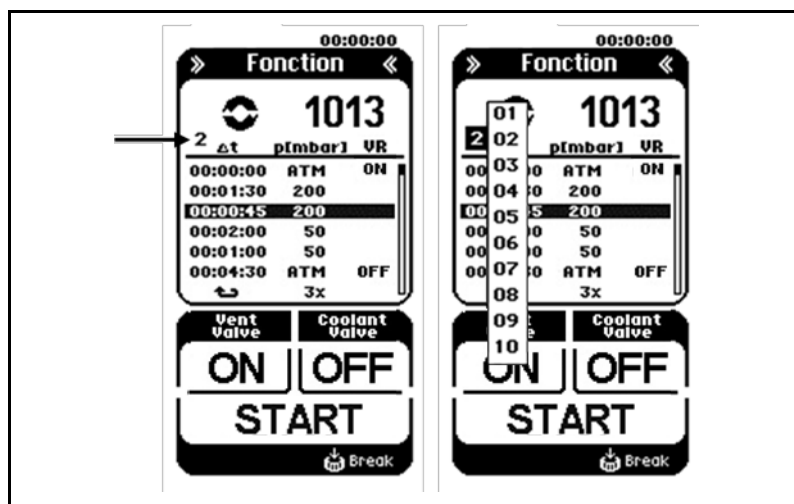

Fig. 8 : Menu dans le mode de fonctionnement Fonction
Sélection de ligne (voir Fig. 8):
- Presser la touche de sélection de tableaux de points d'appui (flèche dans Fig. 8) et sélectionner le tableau de point d'appui souhaité.
i Il est possible d'enregistrer jusqu'à 10 tableaux de points d'appui différents et de les rappeler en cas de besoin. Le chiffre dans l'afficheur (flèche dans Fig. 8) affiche le tableau de points d'appui actuellement sélectionné.